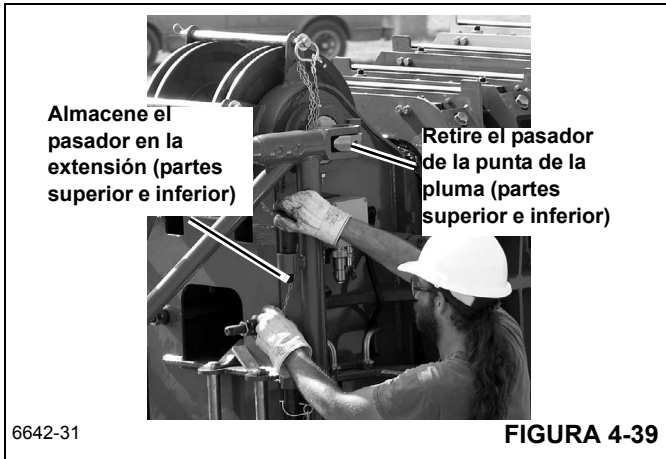

FIGURA 4-39
3. Retire las pinzas de retención y los pasadores que unen el plumín al lado izquierdo de la punta de la pluma. Almacene los pasadores en los retenedores en el plumín e instale las pinzas de retención (Figura 4-39).